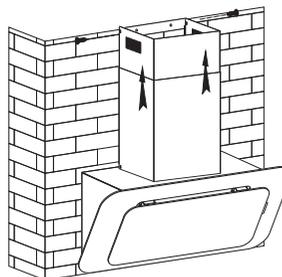

Bild 9
- Fäst skorstenen till kåpan. Lyft den övre skorstenen upp till taket och fast den till konsolen genom att använda skruvarna. Se Bild 9.